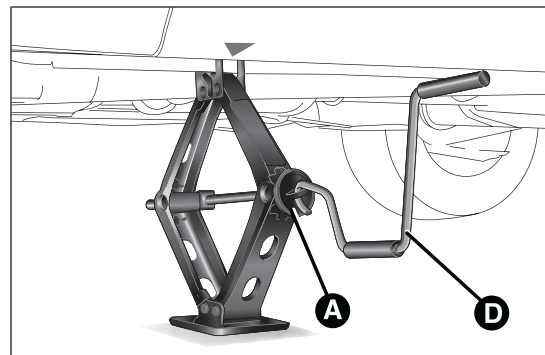
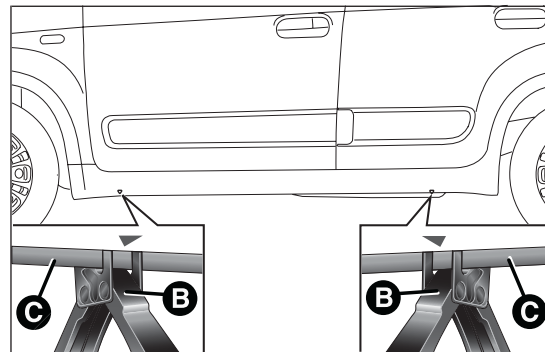

fig. 104
fig. 105
- ☐ accionar el dispositivo A fig. 104 para extender el gato, hasta que la parte superior B fig. 105 se introduzca correctamente en el larguero C (a la altura de la marca ▽ indicada en el mismo larguero);
- ☐ introducir la manivela D fig. 104 en el alojamiento del dispositivo A, accionar el gato y levantar el vehículo, hasta que la rueda se levante del suelo unos centímetros;